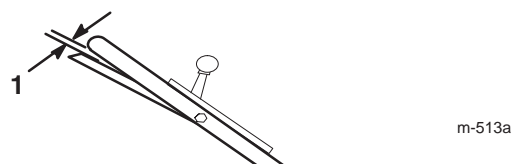

Figure 25
**Remarque :** Le réglage est correct si les roues arrière s'arrêtent de tourner lorsque la barre de commande se trouve à environ 2,5 cm du guidon (Fig. 25).